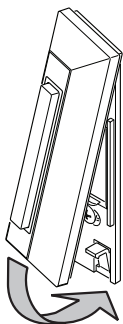

Figura 6 - Fije el pulsador sobre la parte de atrás
9. Una vez que el pulsador y la campana están conectados y funcionando correctamente, ponga la parte superior del pulsador sobre la parte de atrás y asiente a presión en su lugar la parte inferior del pulsador (vea la Figura 6). *Nota:* El pulsador debe ser montado con la lente busca-llaves mirando hacia abajo.